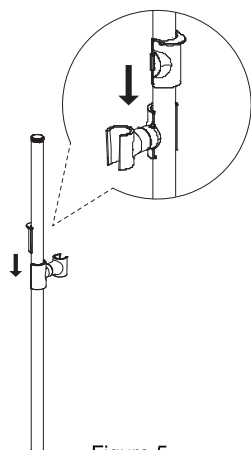
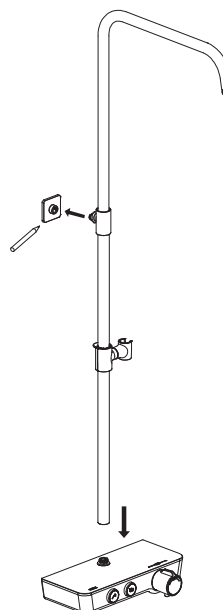

Figure 5
Figure 7
a) Raccordez la barre de relèvement à la barre de douche thermostatique (Figure 5/6) et marquez la position du raccord de tuyau sur le mur (Figure 7).